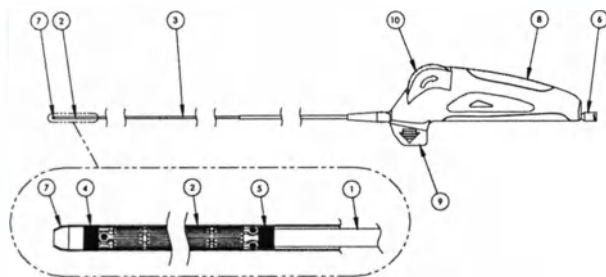

Figure 1 : Système de mise en place EverFlex Entrust™
Le système de mise en place Entrust est illustré à la Figure 1. Il comporte un corps triaxial composé d'un corps interne (1), d'une gaine externe rétractable (2) et d'une gaine d'isolation (3) qui facilite l'utilisation du dispositif lors du déploiement. La poignée de déploiement ergonomique (8) comporte un verrou de sécurité amovible (9), une molette de déploiement (10) et un embout Luer (6).